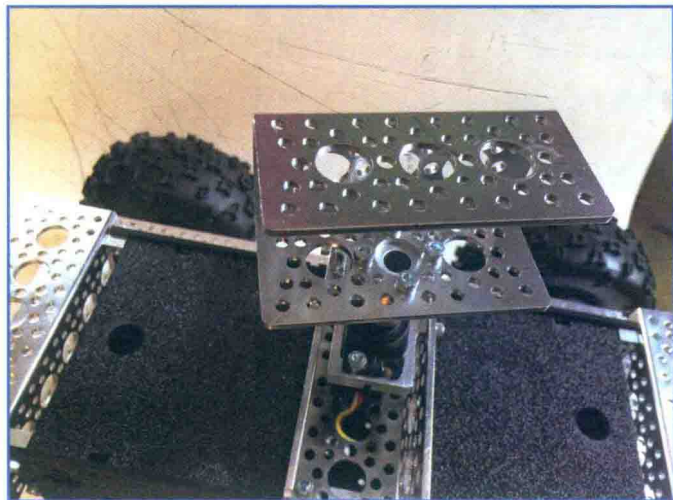

图 13.23 添加 3 英寸长的凹槽
14. 将 3 英寸（7.62 厘米）长的凹槽连接到伺服轮毂，如图 13.23 所示。这将成为超声波传感器的旋转塔。